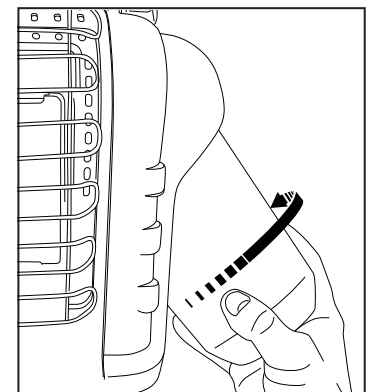

Figura 2: Atarraxe o tanque de combustível
- Para usar com propano: Gire o regulador para fora para facilitar a instalação do tanque. Parafuse o cartucho descartável com fornecimento de 1 libra de (465g) gás propano (G31) no sentido horário (a partir de baixo) no aquecedor portátil até prender bem; ver a Figura 2. NÃO use selante de rosca sobre esta conexão.